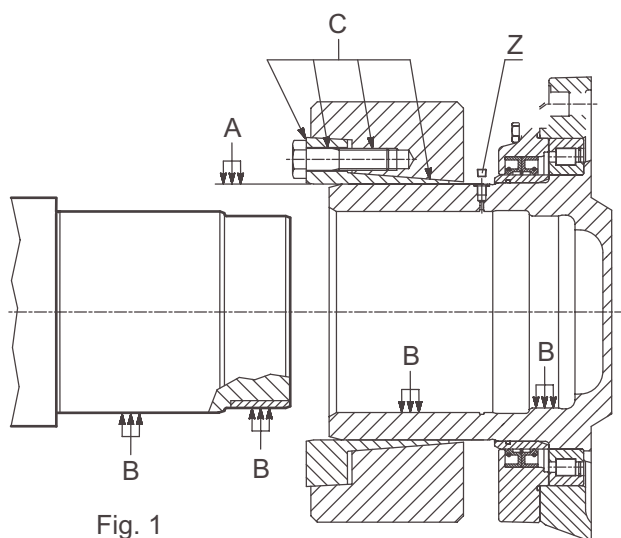

Fig. 1
- Lubrifier le logement du joint (fig.1 pto. A).
- En cas d'ancien joint, le démonter pour graisser les zones “C” (voir fig. 1).
- Enlever le bouchon “Z” (voir fig. 1) nécessaire pour purger l'air lors du montage de l'arbre.
- Monter le joint sur le réducteur sans serrer les vis, en laissant libre le bouchon “Z” (voir fig. 1).